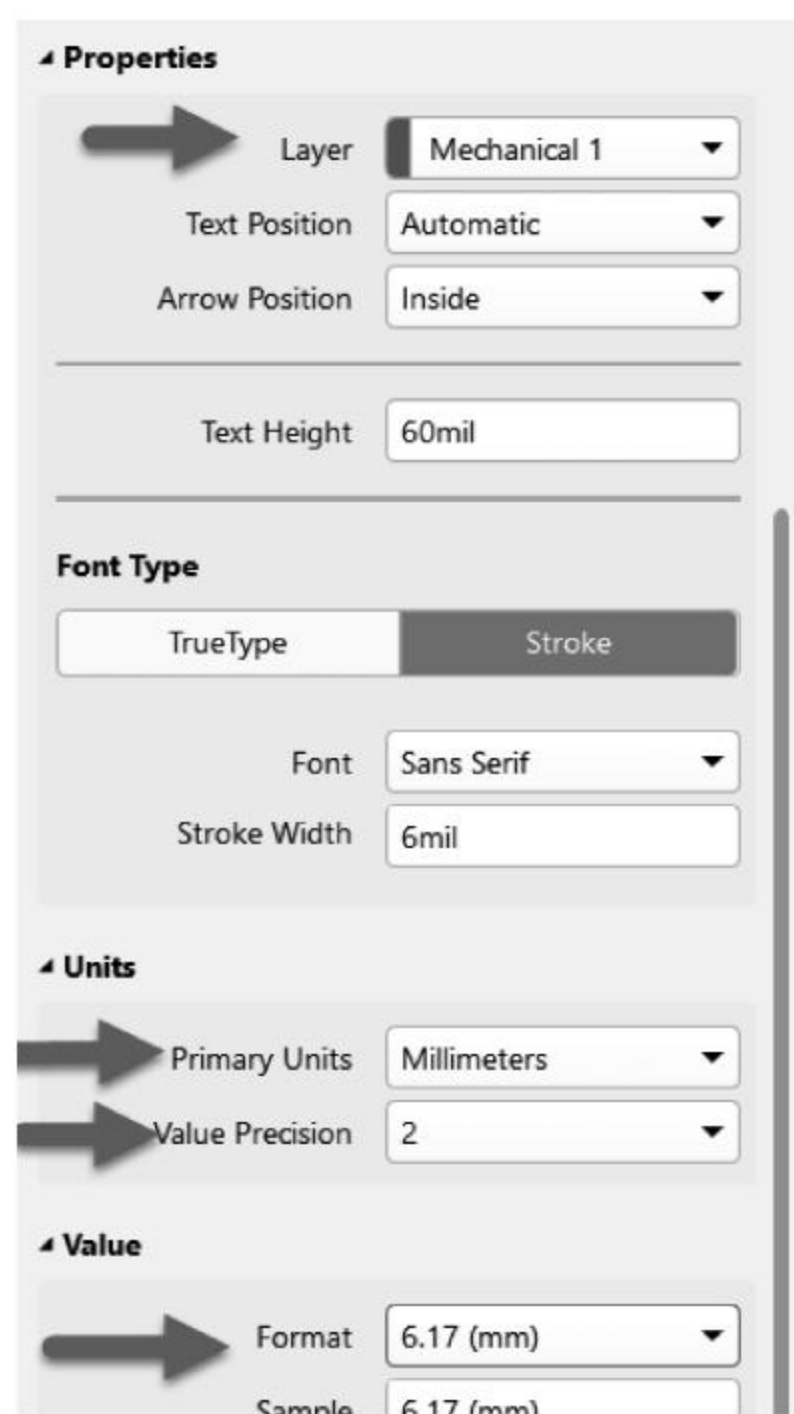

图 5-56 尺寸标注显示设置
(2) 在放置尺寸标注的状态下,按 Tab 键,打开尺寸标注属性编辑面板,如图 5-56 所示。